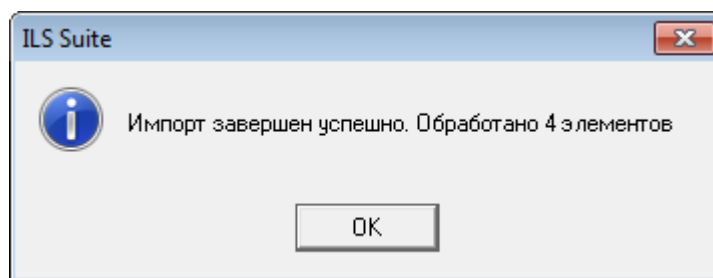

Рис. 27-35 – Информационное сообщение о завершении импорта
8) Для выполнения процедуры импорта нажать кнопку «Импорт». После его завершения откроется информационное окно, представленное на рис. 27-35.